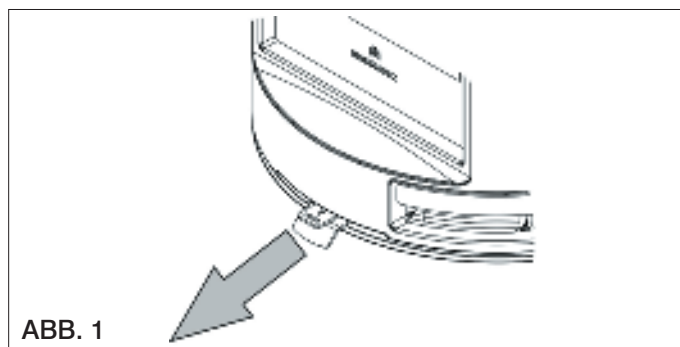

ABB. 1
- Position "Erhalt Glut" (Bild 1)